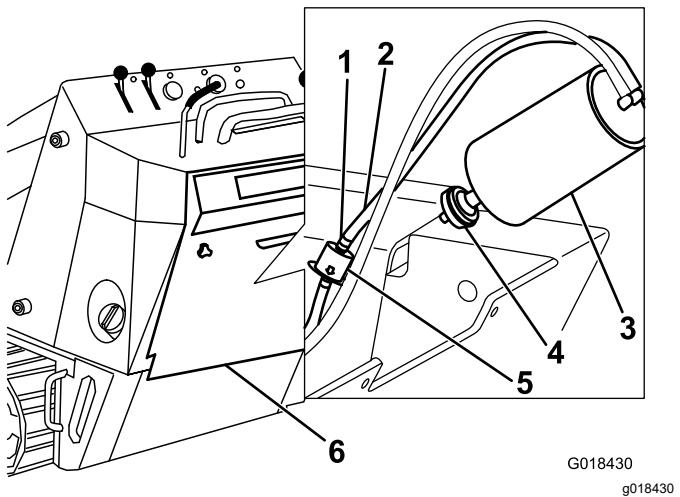

Рисунок 33
- Снимите и удалите в отходы воздушный фильтр бачка с активированным углем (Рисунок 33).
- Установите новый фильтр на бачок с активированным углем(Рисунок 33).
бачка с активированным углем в сторону от фильтра (Рисунок 33).
- Снимите и удалите в отходы фильтр линии продувки (Рисунок 33).
- Установите новый фильтр в шланг так, чтобы стрелка на фильтре была направлена в сторону, противоположную от бачка с активированным углем, и зафиксируйте его шланговыми хомутами (Рисунок 33).